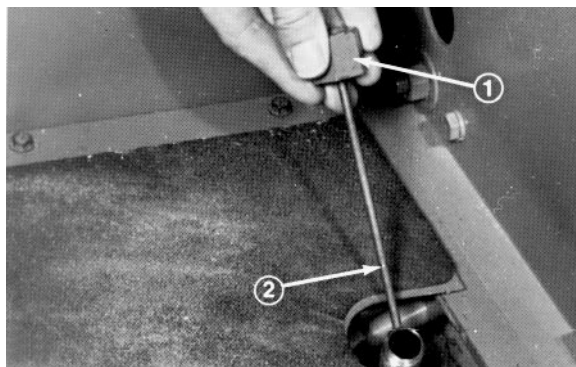

Fig. 4
2. Svitare il tappo con asta di misurazione del livello (Fig. 4) dal collo del bocchettone, e pulire l'asta con un panno pulito. Avvitare il tappo con le dita sul collo del bocchettone; svitare l'asta di misurazione e verificare il livello dell'olio. Se fosse a meno di 13 mm dalla tacca sull'asta (Fig. 20), aggiungere dell'olio per portarlo alla tacca. **NON RIEMPIRE TROPPO**, non oltre 13 mm sopra la tacca.